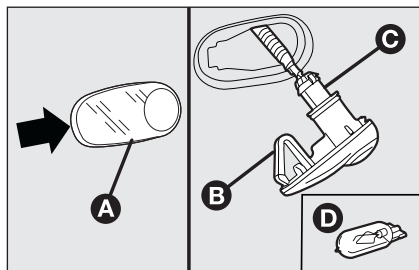

fig. 24
- ☐ intervenga en el transparente **A-fig. 24** para comprimir la tenacilla interior **B**, saque el grupo hacia el exterior;